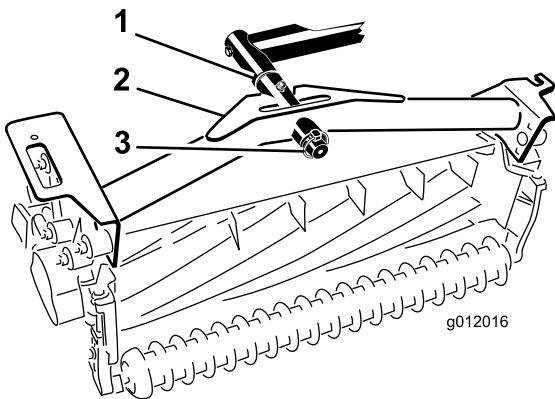

図 20
2. ピボットロッドに、カッティングユニットのキャリアフレームを取り付け、リンチピンで固定する（図 20）。